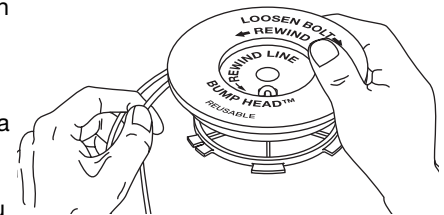

Fig. 28
7. Bobine las líneas en capas parejas y ajustadas sobre el carrete (Fig. 28). Bobine la línea en la dirección indicada en el carrete interior. Coloque su dedo índice entre las dos líneas para evitar que se superpongan. No superponga los extremos de la línea. Proceda al paso 11.